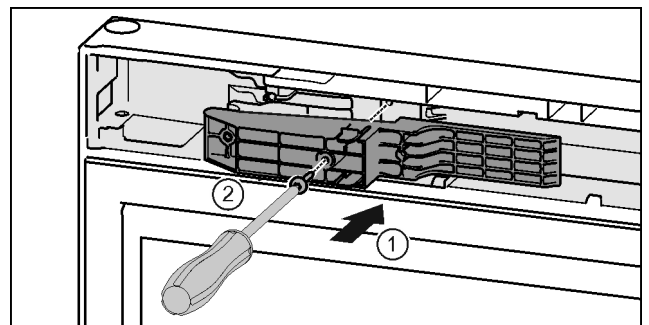

Fig. 46 *
- ▶ Adapterstück auf der Griffseite in die Aussparung einsetzen. Fig. 46 (1)*
- ▶ Schrauben mit Schraubendreher T15 festschrauben. Fig. 46 (2)*